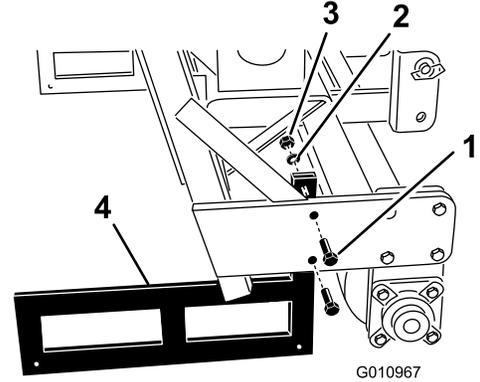

图35
2. 卸下将存放架固定到打孔机两端的螺栓、锁紧垫圈和螺母 图35。